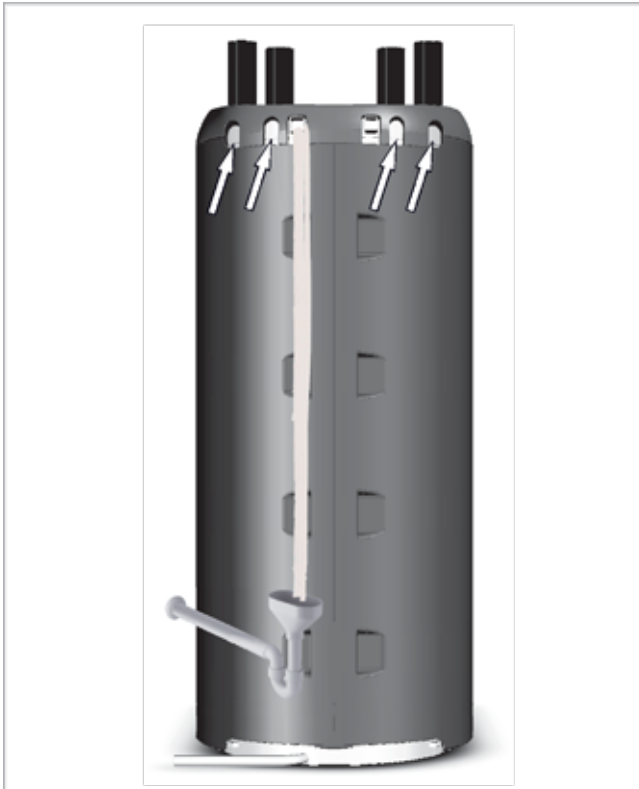

Abb. 131: Vliesstopfen Rückseite
1. Den Beutel mit Vliesstopfen nehmen und die Ausschnitte in der hinteren Behälterisolierung mit den Stopfen verschließen (vgl. Pfeile in → Abb. 131, Abb. 132 und Abb. 133).